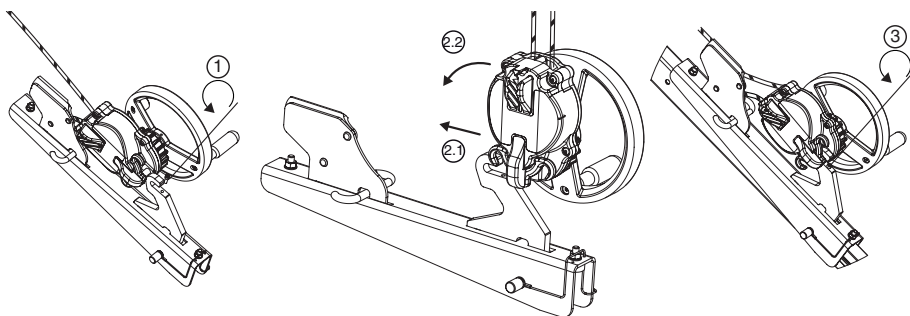

Fig. 8
6.3.4. Aparato derope™ UP R (Fig. 8, 9 y 10)
El aparato derope™ UP R debe ser fijado en la pata del trípode trápode de Tractel® como está indicado en la Fig. 8. Cualquier otra fijación en otro punto del trípode trápode de Tractel® está prohibida.
- Colocar el aparato derope™ UP R en el gancho de enganche (Fig. 8, 2.1 – 2.2).
- Volver a atornillar el tornillo de bloqueo para impedir que el aparato se desprenda de su consola (Fig. 8, 3) y verificar que está bien colocado y apretado.